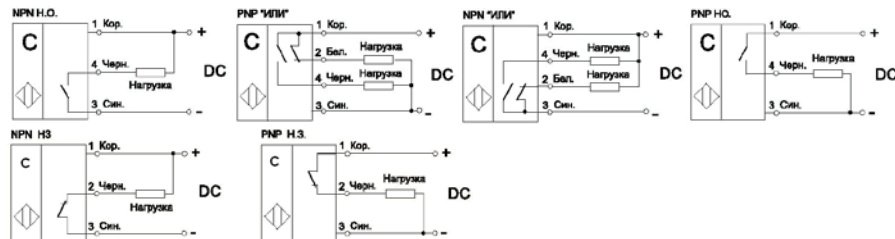

Рисунок 2 – Схемы подключения
3.3 Выключатели включаются в электрическую цепь по 3-х или 4-х проводной схеме (Рис. 2). Соответствие выводов и схема подключения маркированы на корпусе каждого выключателя.